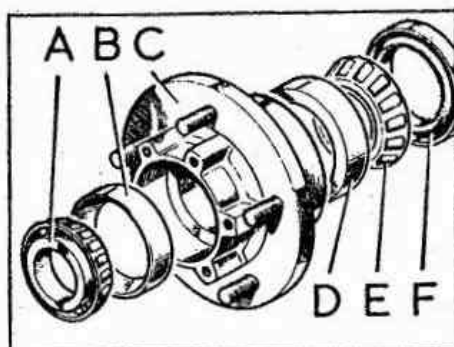

Fig. E -15 Buje trasero y cojinetes
- 1.1. Extraer el rodamiento, A (Fig. E -15), del cojinete exterior.
- 3.1. Instalar a presión las pistas exteriores, B y D (Fig. E -15), introduciendo en primer lugar el costado de mayor diámetro, en el buje, asegurándose que quedan enrasadas con los resaltes en que se alojan.
- 3.4. Impregnar con grasa el cojinete de rodillo exterior, A (Fig. E -15) y situarlo en su piesta de rodamiento.